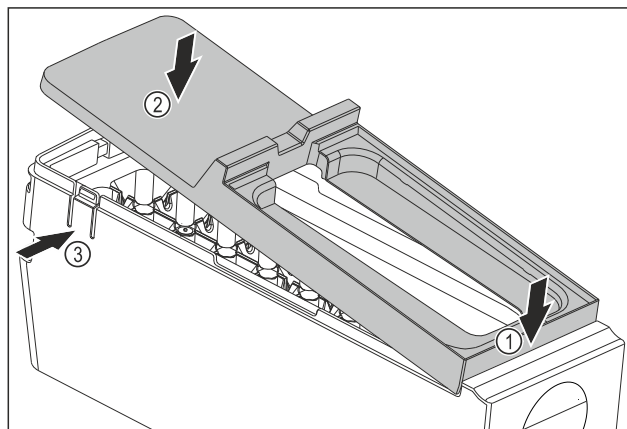

Fig. 114
- ▶ Montirajte pokrov glavnega dela EasyTwist-Ice: Pokrov spredaj namestite. Fig. 114 (1)
- ▶ Pokrov zadaj spustite. Fig. 114 (2)
- ▷ Pokrov se slišno zaskoči v obe sponi Fig. 114 (3).